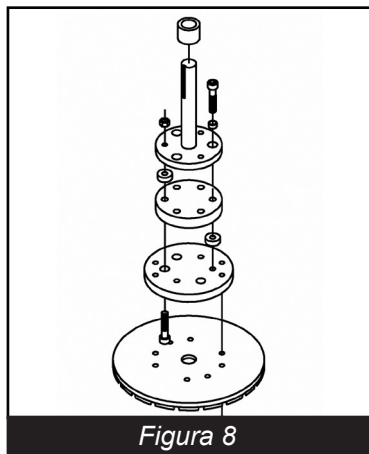
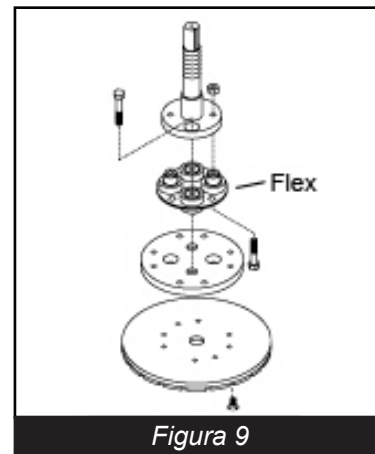

Figura 8
Figura 9
- **Cabezal Rígido** puede utilizarse en juntas de dilatación irregulares, zonas elevadas, juntas curvadas y plataformas de puentes, para eliminar revestimientos y pulir superficies de hormigón rugosas. Utilice con aspiradora o agua para controlar el polvo, pero no simultáneamente. (Figura 8)
- **Cabezal Flexible** se puede utilizar para preparar un suelo liso y plano para recibir un nuevo revestimiento, para eliminar revestimientos y para pulir superficies de hormigón rugosas. Puede utilizarse con aspiradora o agua para controlar el polvo, pero no simultáneamente. (Figura 9)
- Cada máquina nueva se envía con un disco de 10"/255 mm con CABEZAL RÍGIDO (CABEZAL FLEXIBLE OPCIONAL), equilibrado de fábrica. Es importante mantener en buen estado el acoplamiento al que se fija el disco. Un acoplamiento desgastado, cojinetes dañados o un eje doblado provocarán un desgaste irregular de los discos de pulido. (Figura 8: Ensamblaje de cabezal rígido; Figura 9: Ensamblaje de cabezal flexible). Es importante tener en cuenta que el CABEZAL FLEXIBLE es para superficies lisas y planas, y el CABEZAL RÍGIDO para superficies irregulares, con baches o rugosas.